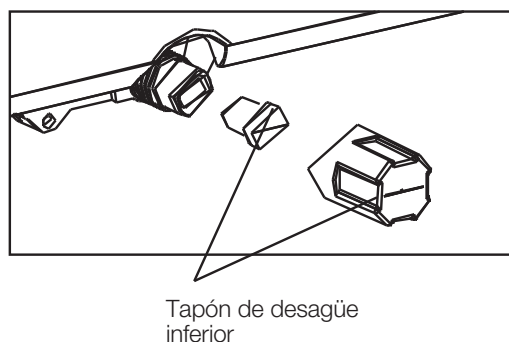

Fig. 22
- Cuando el nivel del agua de la bandeja inferior alcanza un nivel predeterminado, la unidad comienza a hacer un sonido "bip" durante 8 veces, el área del visor digital muestra "P1". En ese momento el proceso de aire acondicionado / deshumidificación se detendrá inmediatamente, aunque el motor del ventilador continuará su operación (esto es normal). Mover cuidadosamente la unidad hacia la ubicación del desagüe, quitar el tapón de desagüe inferior y dejar correr el agua (Fig. 22). Reinstalar el tapón de desagüe inferior y reiniciar la unidad hasta que el símbolo "P1" desaparezca. Si el error se repite, comunicarse con el servicio técnico.
- Quitar el tapón de la salida de desagüe inferior, toda el agua en la bandeja inferior drenará hacia afuera (Ver Fig. 22).